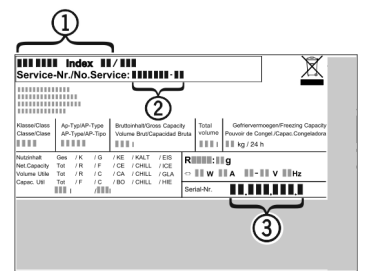

Fig. 17
- ▶ Apparaataanduiding *Fig. 17 (1)*, servicenr. *Fig. 17 (2)* en serienr. *Fig. 17 (3)* van het typeplaatje aflezen. Het typeplaatje bevindt zich aan de linkerkant binnen in het apparaat.
- ▶ Contact opnemen met de Technische Dienst en het probleem, apparaataanduiding *Fig. 17 (1)*, servicenr. *Fig. 17 (2)* en serienr. *Fig. 17 (3)* mededelen.